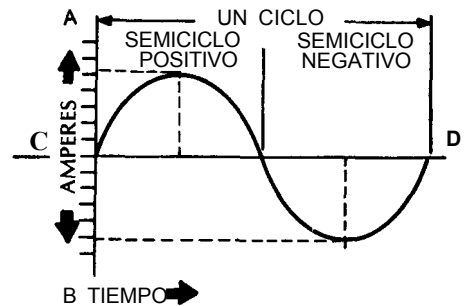

Fig. 6-5. Una onda seno describe la variación que sufre en el tiempo el valor de la corriente en un circuito de ca usual.
**Onda seno.** La gráfica denominada onda seno muestra la dirección y el valor de la corriente que pasa a través de un punto dado en un circuito, durante un periodo determinado (Fig. 6-5). Una onda completa es un *ciclo* de corriente alterna. El tiempo que toma completar un ciclo es el periodo de la onda.